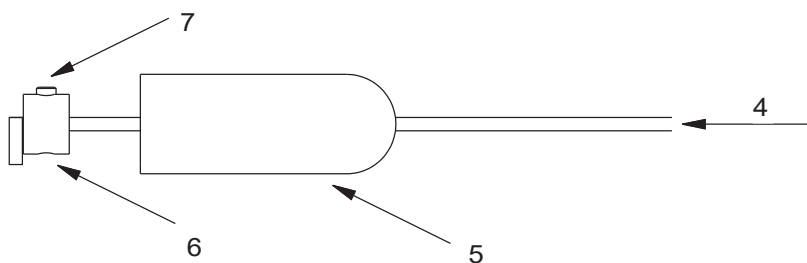

Abb. 24: Befestigung der Schrauben
- » Führen Sie den Tuchstützdraht (4 – Abb. 24) durch die Spanner (5 – Abb. 24) in die Drahtklemmen (6 – Abb. 24). Zur Rutschsicherung legen Sie das Ende des Drahtes 90° um.
- » Drehen Sie die Klemmschrauben (7 – Abb. 24) mit einem 2 mm Innensechskantschlüssel fest.